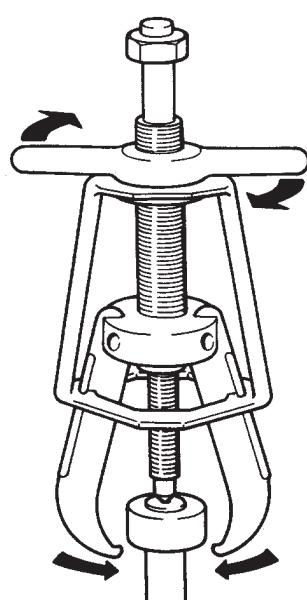

Figura 3
5. Gire la manija en T en sentido horario para apretar las mandíbulas firmemente en el componente. (Vea la Figura 3.)
4. Coloque el extractor sobre el componente a extraerse. (Vea la Figura 3.) Cuando sólo queda la pista de cojinete interior en el eje, limpie el eje primero con arpillería y después fije las mandíbulas en la ranura de las bolas.